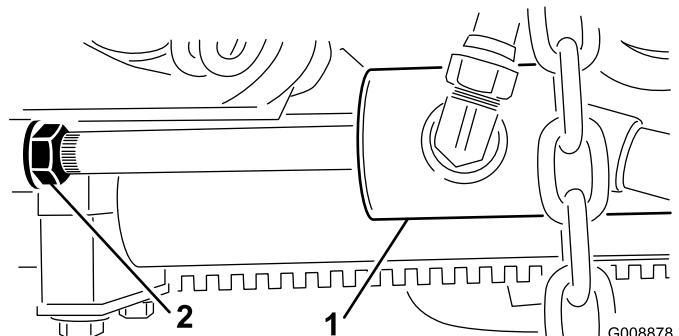

Bild 24
- B. Drehen Sie die die Klemmmutter am Zylinder heraus (Bild 24).